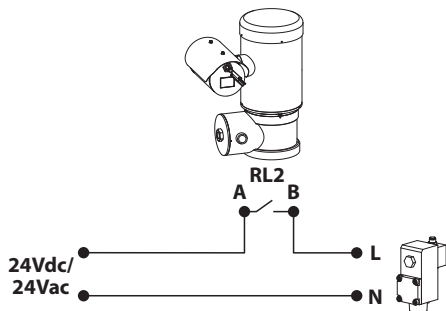

Fig. 14
- Effettuare i collegamenti come da schema sottostante (Fig. 14, pagina 14).